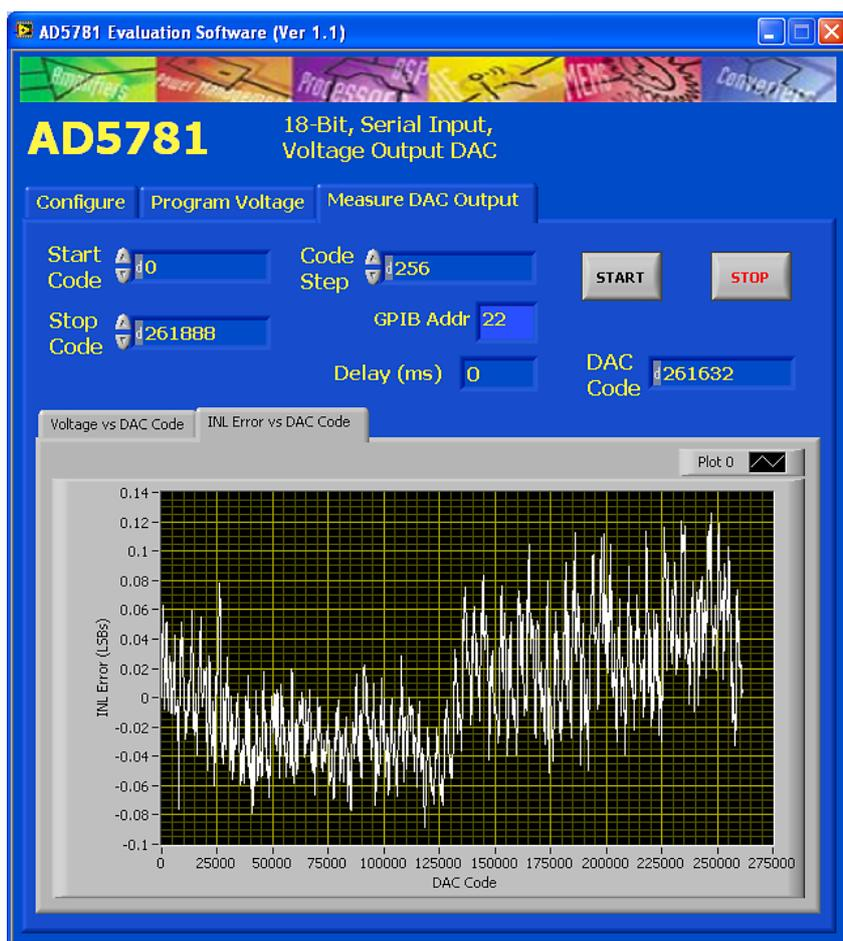

図 6.Measure DAC Output ウィンドウ
マルチメータは、汎用インターフェース・バス (GPIB) を介して制御します。マルチメータを PC に接続した後、測定を開始する前にフロント・パネルからマルチメータを設定する必要があります。図 6 に測定オプションを示します。ソフトウェアは一連のステップを実行して、DAC レジスタの設定と DAC 出力電圧の測定を行います。このシーケンスは、DAC に Start Code 値を設定するソフトウェアから開始され、設定した値を各ステップで Code Step 値だけインクリメントさせ、設定した値が Stop Code 値に一致したとき終了します。必要に応じて、各測定間に遅延を挿入することができます。マルチメータの GPIB アドレスを指定する必要があります。
測定を開始するときは、**START** ボタンをクリックします。測定は、**STOP** ボタンをクリックして何時でも停止させることができます。測定が完了すると、ダイアログ・ボックスが表示されて、3 列のデータを持つスプレッドシート・ファイルとしてデータを保存することができます。1 列目は DAC コード、2 列目は DAC 電圧 (V)、3 列目は INL 誤差 (LSB 数) です(図 5 参照)。DAC 出力電圧対 DAC コードと INL 誤差対 DAC コードのグラフがスクリーンに表示されます(図 6 参照)。図 6 に示す測定例では、測定はコード 0 から始まりコード 261,888 までの 256 コード・ステップで合計 1023 回測定されています。マルチメータの電源ライン・サイクル数 (NPLC) 設定値 = 1 では、測定に約 75 sec を要しています。262,144 の測定ポイントを必要とする全コード測定には約 6 時間を要します。